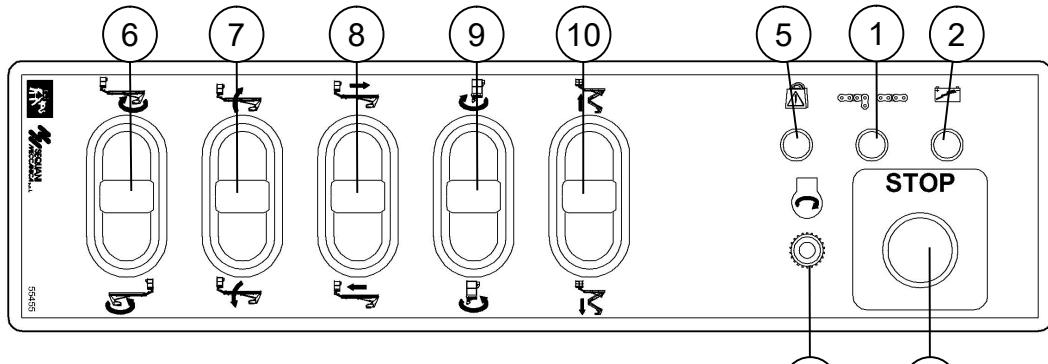

fig. 4.3.7
- verificare sul quadro comandi piattaforma di lavoro l’avvenuta accensione della spia presenza tensione (*pos. 2 fig. 4.3.7*)
- effettuare la movimentazione del braccio muovendo lentamente le leve potenziometriche di comando (*pos. 6-7-8-9-10 fig. 4.3.7*) nella posizione desiderata variando opportunamente la velocità
!	<p>NOTA: se si desidera spegnere il motore al raggiungimento della posizione, premere il pulsante stop d'emergenza (pos. 3 fig. 4.3.7). Il motore si spegne. Per riavviare sbloccare ruotandolo il pulsante di stop d'emergenza e premere il pulsante (pos. 4 fig. 4.3.7) di avviamento.</p>
!	<p>NOTA: sulla macchina è presente il dispositivo di controllo del carico in piattaforma [OPTIONAL]: quando si accende la spia rossa di "sovraffreno" (pos. 5 fig. 4.3.7), si attiva un avvisatore acustico e, contemporaneamente, tutti i movimenti della piattaforma si bloccano significa che il carico in piattaforma supera la portata massima. In tal caso, è necessario togliere il carico in eccesso per poter effettuare la movimentazione.</p>